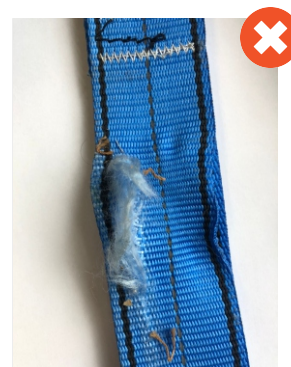

рис. 14
- в отсутствии порезов и иных следов механического воздействия (рис. 14);